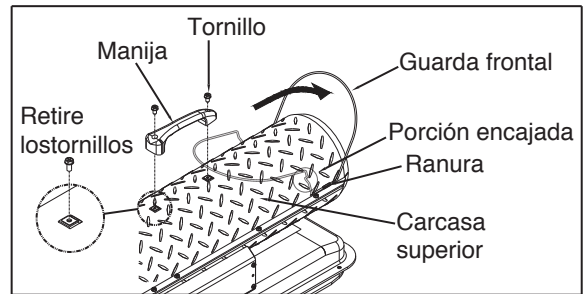

Figura 6. Ensamblaje de la manija
- 3) Alinee los agujeros en la carcasa superior con los dos agujeros de montaje en la manija como se ilustra en la Figura 6.